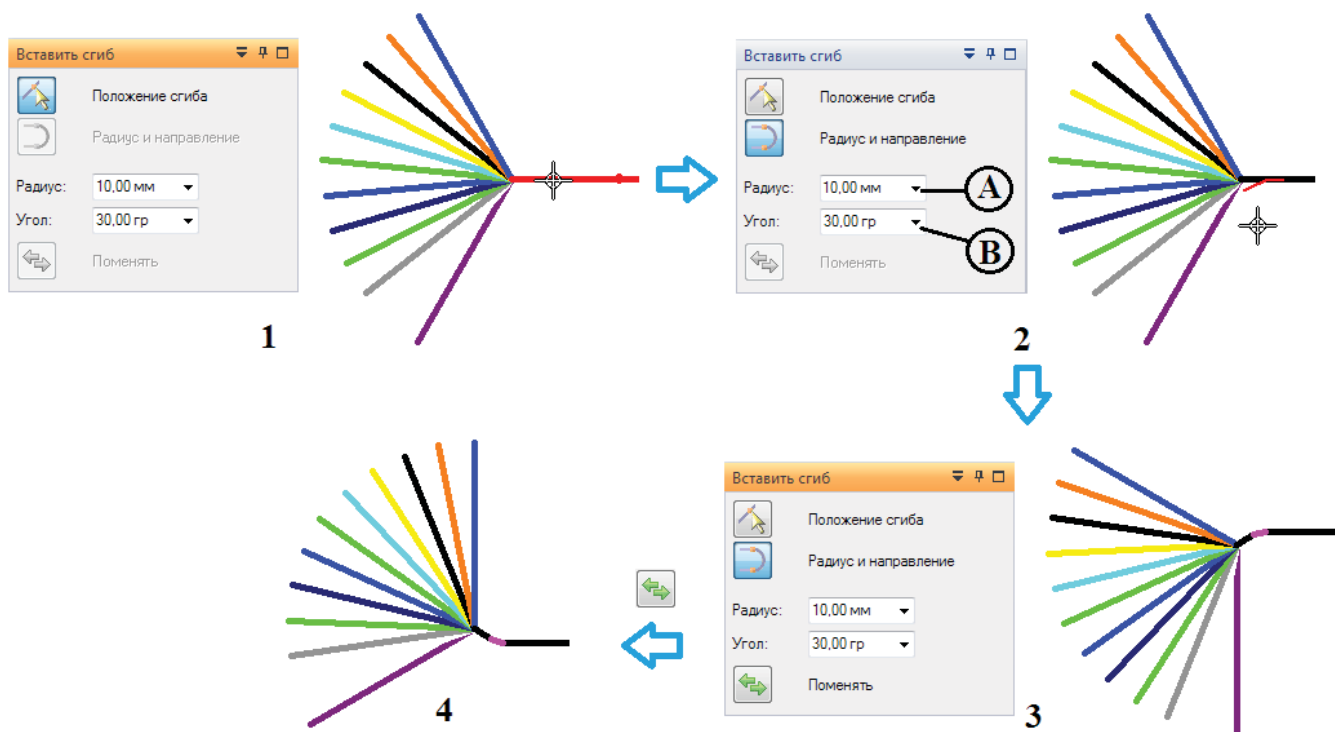

Рис. 2.12.28. Вставка сгиба с помощью команды Вставить сгиб
- использование команды **Вставить сгиб** , с помощью которой линейный участок геометрии можно изогнуть с заданным радиусом и углом сгиба при сохранении общей длины проводника (рис. 2.12.28).